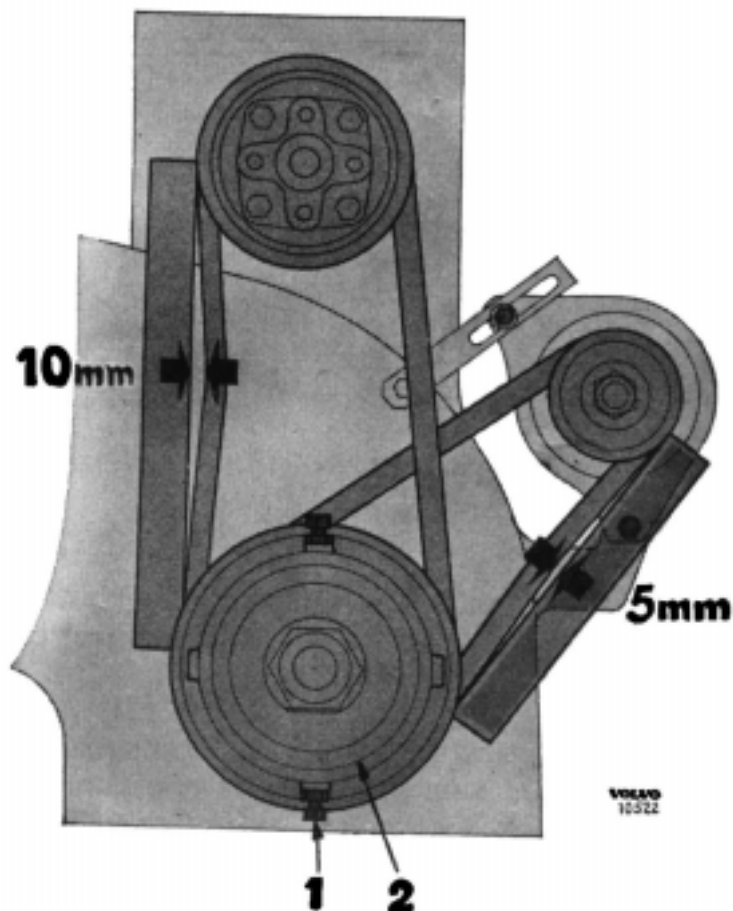

Bild 29. Justering av fläktrem.
Remmen mellan vevaxeln och fläktaxeln spännes genom att de två skruvarna (1) lossas och den därigenom frigjorda yttre remskivehalvan (2) skruvas på axeln. Vid riktig inställning skall remmen kunna tryckas in c:a 10 mm mitt emellan remskivorna (se bild 29).